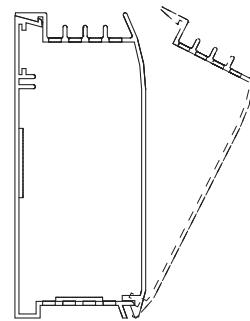

Fig. 5
17. Avant la mise sous tension, assurez-vous que le couvercle avant est bien installé sur le carter arrière, sur toute la longueur du radiateur, voyez le Figure 5. Ne faites pas fonctionner un radiateur sans que son couvercle avant soit en place.
10. Remettez en place le couvercle avant en mettant le bord avant inférieur du couvercle sur le bord avant inférieur du carter arrière, et en poussant le couvercle tout droit en arrière pour verrouiller le tout. Voir la Figure 5.
10. Remettez en place les couvercles frontaux en suivant l'étape 10 de l'**installation d'unité unique** (Voir la Figure 5).
5. Remettez en place le couvercle avant comme montré en figure 5, en vous assurant qu'il est bien verrouillé en place sur toute la longueur du radiateur. Rétablissez l'alimentation du radiateur et vérifiez son bon